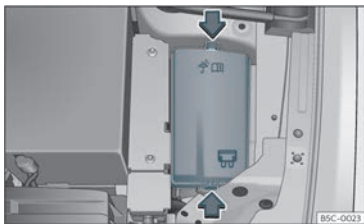

Fig. 48 No compartimento do motor: tampa da caixa de fusíveis.
- Pressione as patilhas de bloqueio para desbloquear a tampa da caixa de fusíveis »» **Fig. 48**.